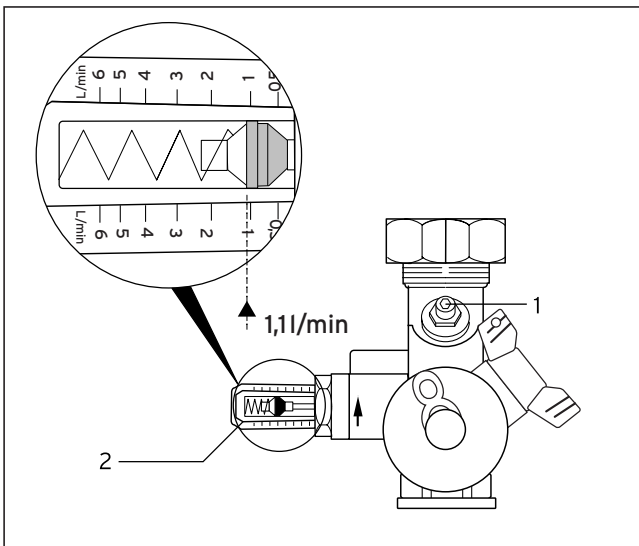

Abb. 9.2 Einstellen des Volumenstroms
Nehmen Sie nach der Grobeinstellung mittels Umwälzpumpe die Feinregulierung mit dem Stellventil (1) des Durchflussmengenbegrenzers (siehe Abb. 9.2) vor. Der eingestellte Wert kann an der Anzeige (2) abgelesen werden.
Die installierte (Netto-)Kollektorfläche beträgt 6 m^2 . Mit dem Wert für den spezifischen Volumenstrom von $0,66 \text{ l/m}^2 \cdot \text{min}$ multipliziert, ergibt sich ein rechnerischer Durchsatz von 4 l/min . Dieser sollte am Durchflussmengenbegrenzer angezeigt werden (siehe Abbildung 9.2).